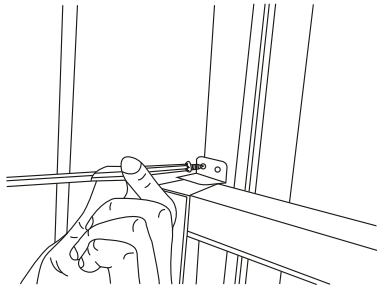

Fig.9
C. Para instalar la baja hoja inferior en un lugar correcto, coloque bien el bloqueo de la hoja ángulo con tornillos de 3/4" (19mm) o 1/2" (12.7mm) como se muestra(Fig.9).